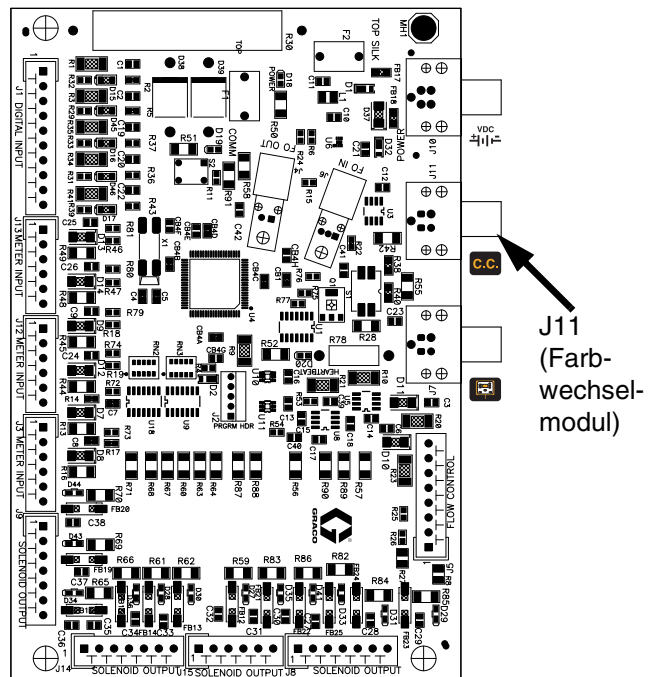
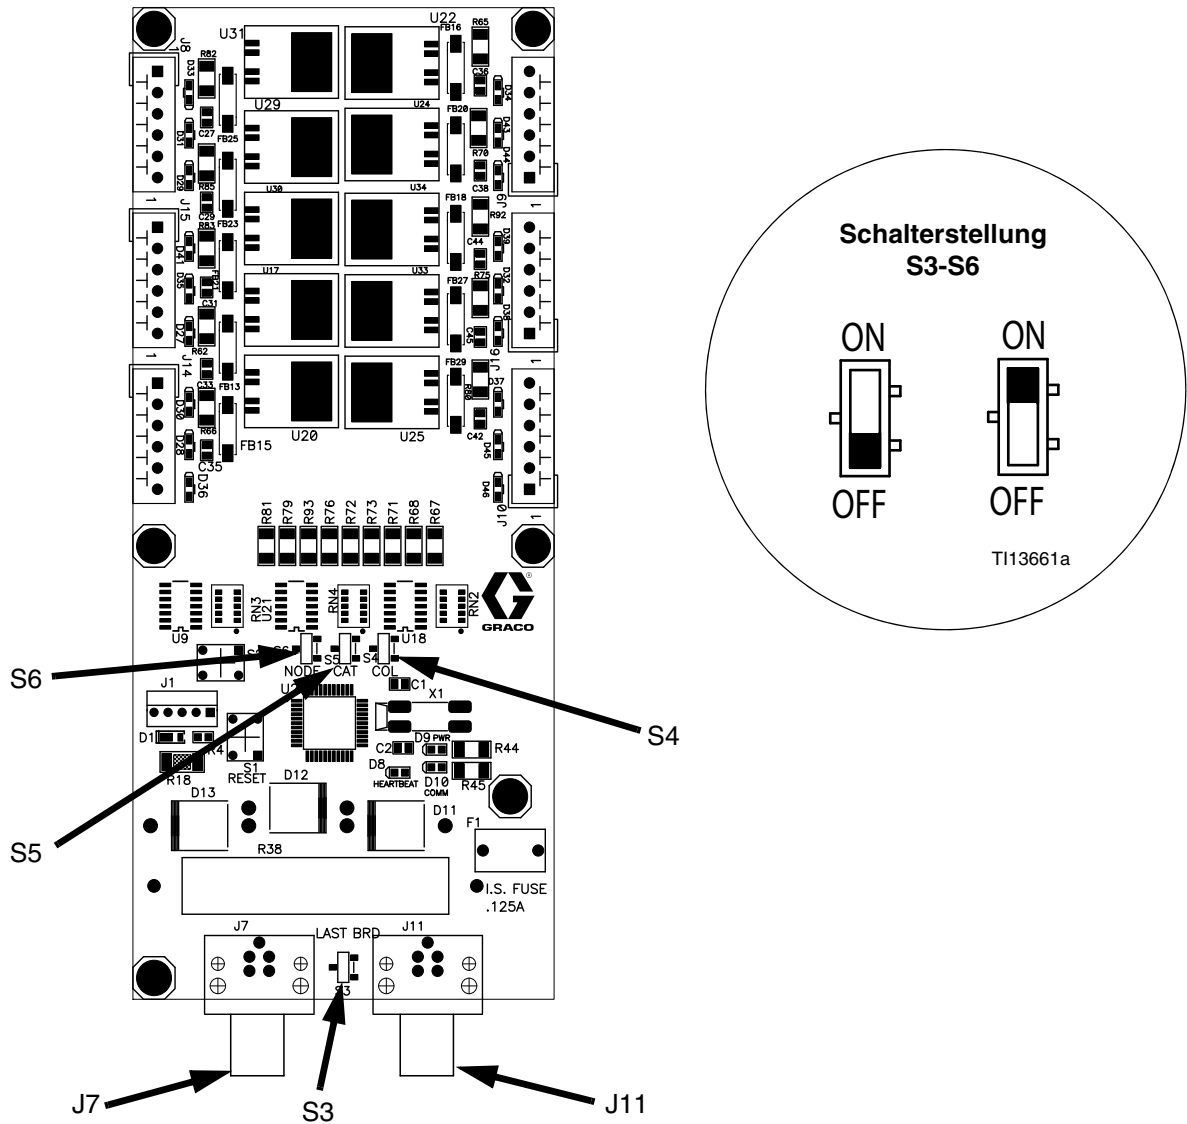

ABB. 2: Anschluss der Materialstationsplatine
ABB. 5: 256172 Einstellen der Schalter auf der Farbwechselplatte
2. Siehe ABB. 1 Schließen Sie einen Stecker des 5-adrigen Kabels an dem gekennzeichneten Anschluss **C.C.** (J11) auf der Materialstationsplatine und der Farbwechselplatine an. Siehe auch ABB. 2 und ABB. 5.
Wenn Sie zwei Farbwechselmodule verwenden, um weitere Farben hinzuzufügen, schließen Sie ein weiteres 5-adriges Kabel zwischen der ersten und der zweiten Farbwechselplatine an. Siehe ABB. 5.
Stellen Sie die Schalter S3-S6 je nach Anzahl der Farbwechselmodulplatinen und Farbwechselmodule, die in Ihrem System verwendet werden, auf die Farbwechselplatine/n wie in Tabelle 2 und ABB. 5 gezeigt ein.